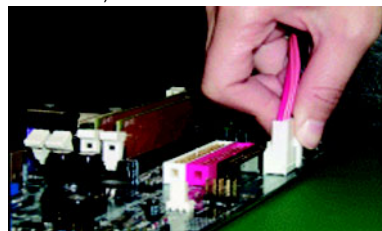

Abb. 3
Schritt 3: Prüfen Sie, ob die Installation richtig ist (siehe Abb. 3).